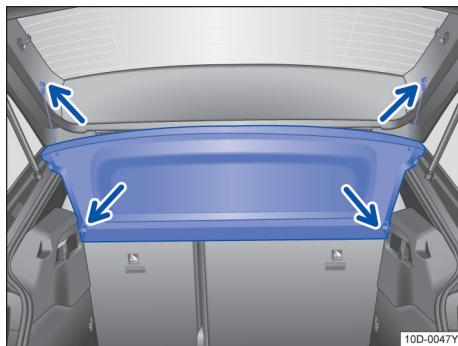

图 112 行李厢内：拆卸和安装行李厢盖板
- 将固定带从行李厢盖上摘下→图 112（上部箭头）。
- 从上方将行李厢盖板按压到侧托架内→图 112（下部箭头）。